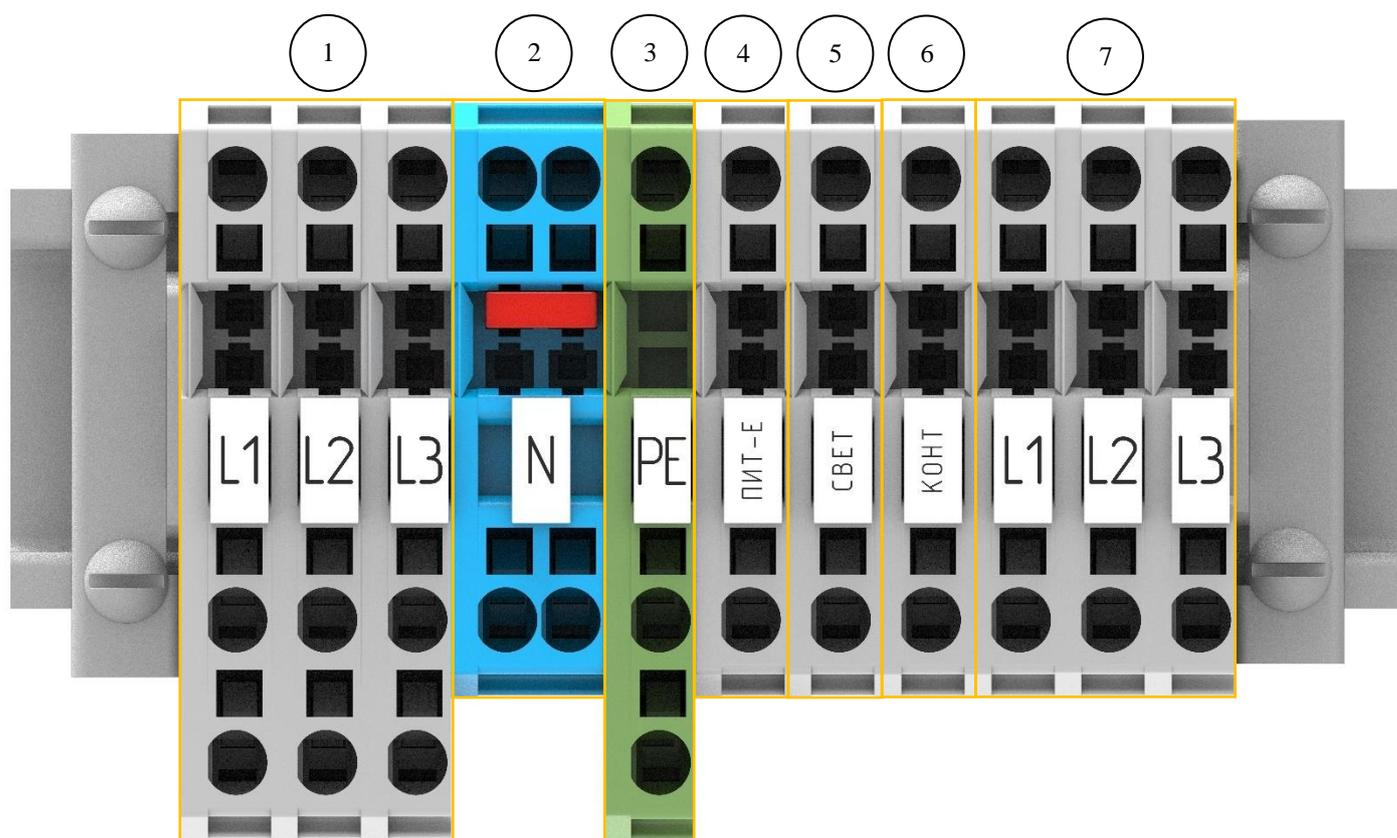
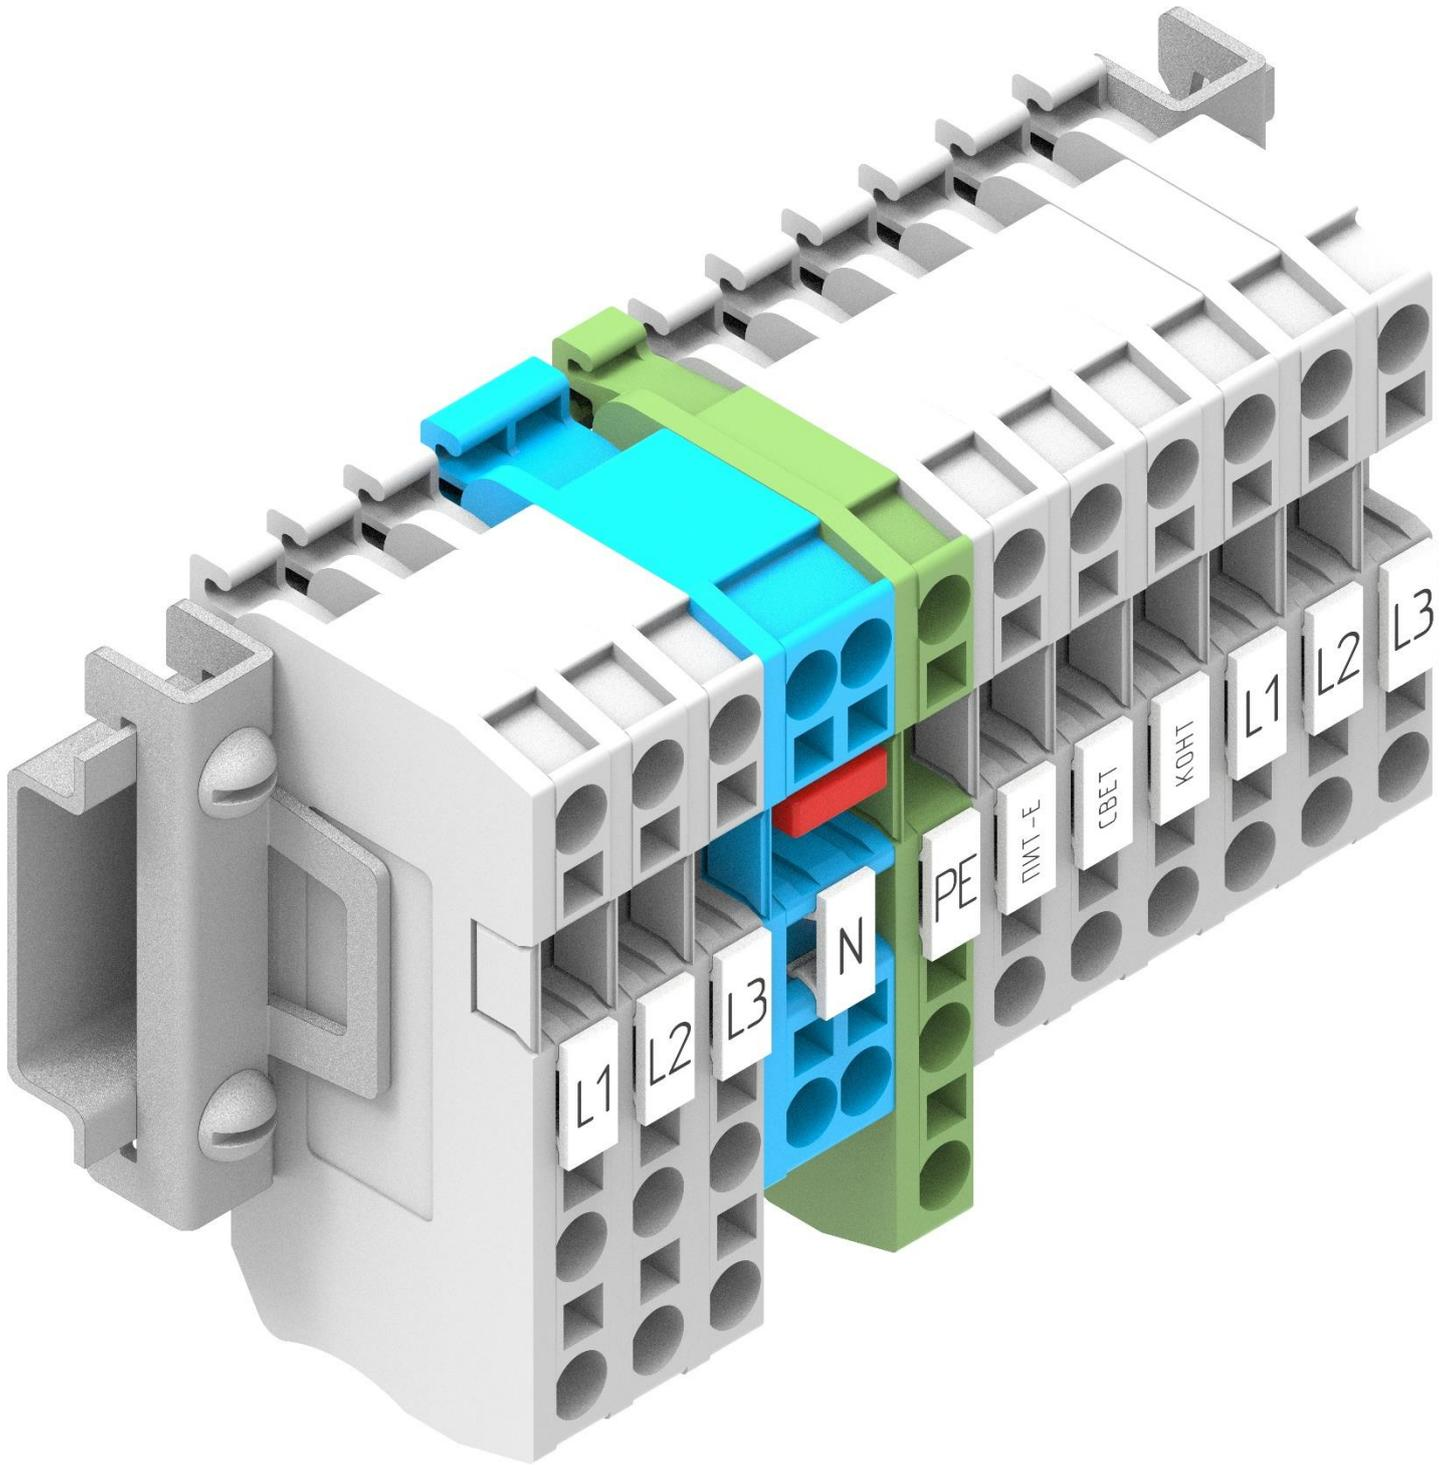
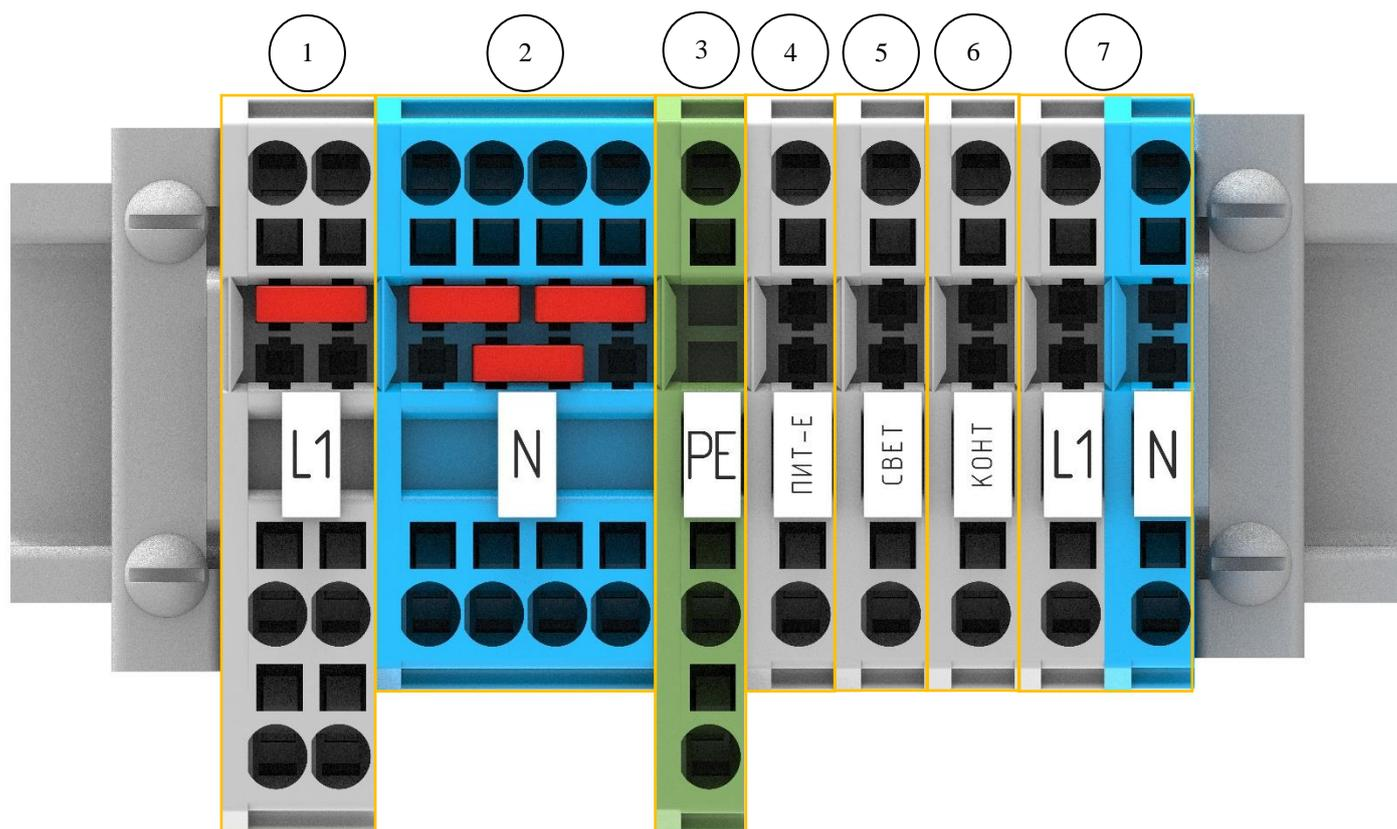
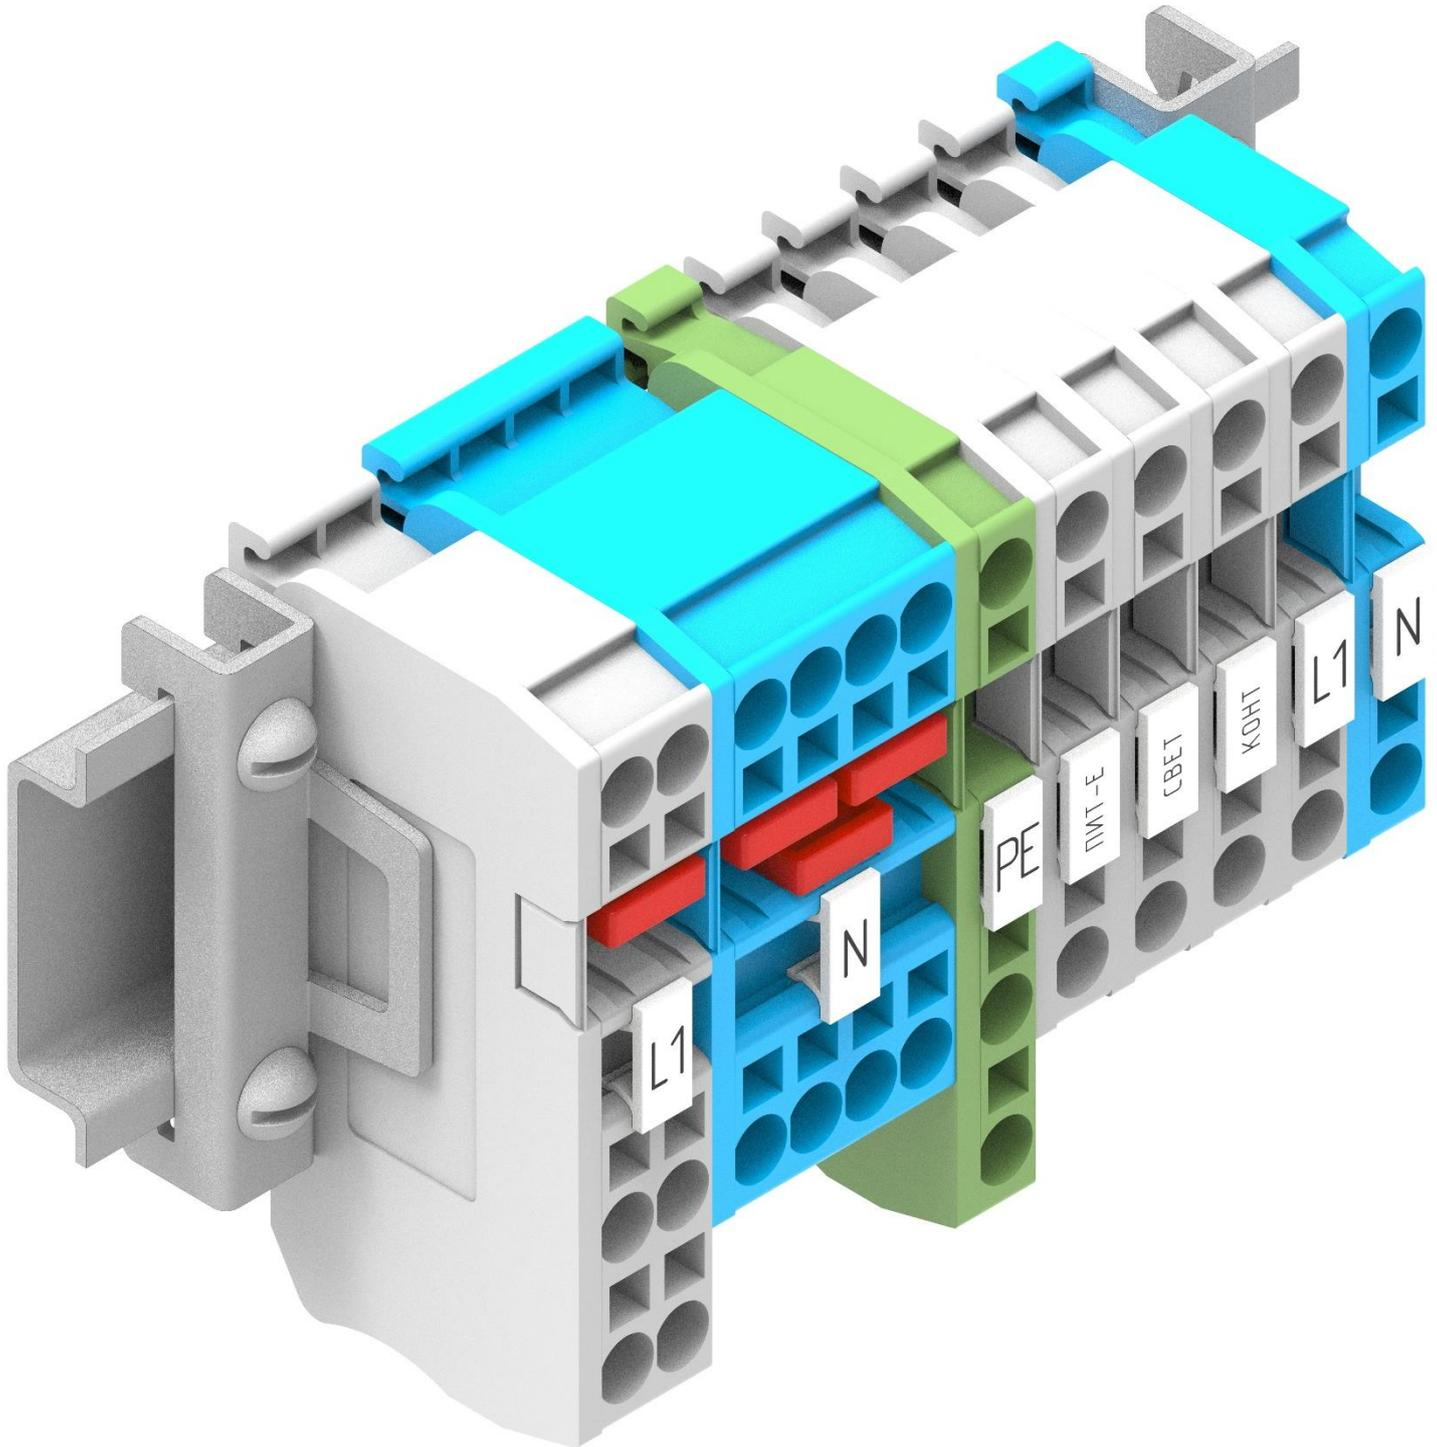

Рис. 6.: “Колодочная сборка”. Трёхфазная. Вид спереди.
Рис. 7.: "Колодочная сборка". Изометрия.
Рис. 8.: “Колодочная сборка”. Однофазная. Вид спереди.
Рис. 9.: “Колодочная сборка”. Однофазная. Изометрия.
- Подключения электропечи: в качестве трёхфазной симметричной (трёхпроводная схема без нейтрального провода) или однофазной нагрузки. В зависимости от типа подключаемого оборудования колодочная сборка может быть представлена в исполнении для трёхфазного или однофазного подключения. (Рис. 6.: Колодочная сборка. Трёхфазная. Вид спереди, Рис. 7.: Колодочная сборка. Трёхфазная. Изометрия, Рис. 8.: Колодочная сборка. Однофазная. Вид спереди, Рис. 9.: “Колодочная сборка”. Однофазная. Изометрия.)